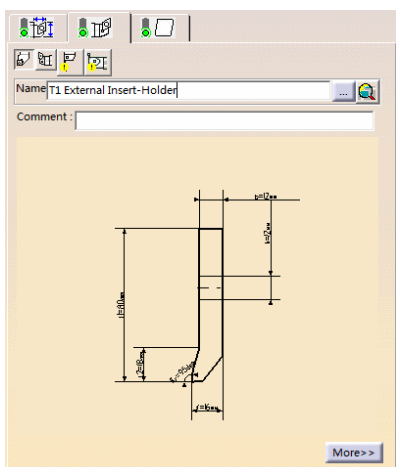

图 7-81 刀柄选项卡 (3)
- 单击刀具参数选项卡中的，切换到刀柄选项卡（3），设置刀具刀柄的参数，如图 7-81 所示。